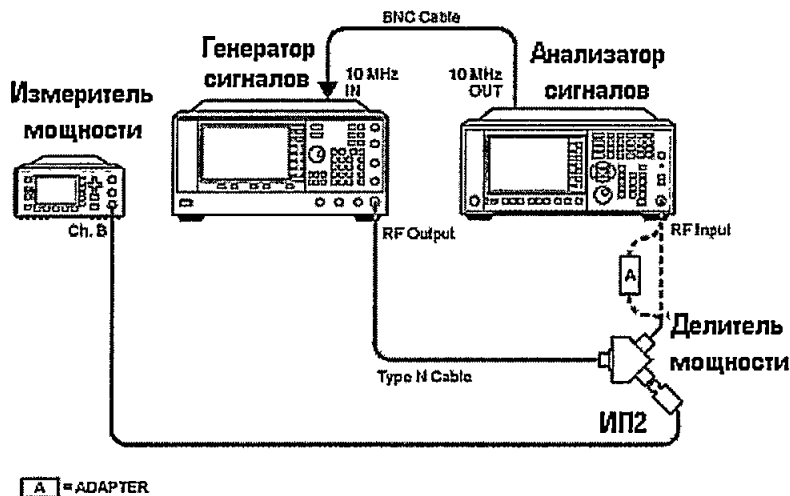

Рисунок 5
7.4.5 Отсоединить ИП1 от делителя. Освободившийся рукав делителя соединить с анализатором (рисунок 5). На анализаторе установить DC coupled, предусилитель выключен, полоса обзора 1 МГц, ослабление аттенюатора 10 дБ. Произвести измерения уровня сигнала уровня минус 10 дБм на частотах 300 кГц; 1, 5, 100, 150, 450 и 950 МГц; 1,25, 1,85, 2,25, 2,95 и 3,55 ГГц. Полученные значения зафиксировать, вычислить погрешность.
7.4.9 Отсоединить ИП1 от делителя. Освободившийся рукав делителя соединить с анализатором (рисунок 5). На анализаторе установить DC coupled, предусилитель выключен, полоса обзора 1 МГц, ослабление аттенуатора 10 дБ. Произвести измерения уровня сигнала минус 10 дБм на частотах 3,65, 5,05, 6,05, 7,05, 8,05 и 8,35 ГГц (для опций 508, 513, 526); 9,05, 10,05, 11,05, 12,05, 13,05 и 13,55 ГГц (для опций 513, 526); 14,05, 15,05, 16,05, 17,05, 18,05, 19,05, 20,05, 21,05, 22,05, 23,05, 24,05, 25,55, 26,05 и 26,45 (для опции 526), 27,05, 28,05, 29,05, 30,05, 40,05, 41,05, 42,05, 43,05, 43,95 (для опции 544, 550), 45,05, 46,05, 47,05, 48,05, 49,05, 49,95 (для опции 550). Полученные значения зафиксировать, вычислить погрешность.
7.4.11 Отсоединить ИП1 от делителя. Освободившийся рукав делителя соединить с анализатором (рисунок 5). На анализаторе установить DC coupled, предусилитель выключен, полоса обзора 1 МГц, ослабление аттенуатора 10 дБ. Произвести измерения уровня сигнала